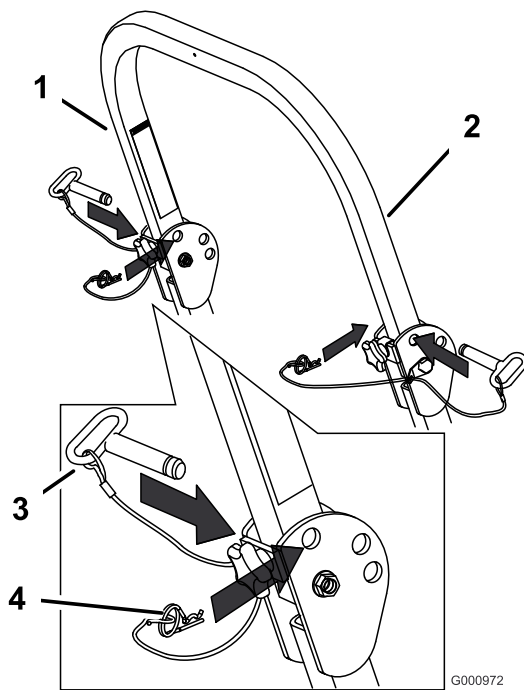

Figura 7
2. Rimuovete le coppiglie e togliete le due spine (Figura 7).
4. Montate le due spine e fissatele con le spine delle coppiglie (Figura 7).
5. Per alzare il roll bar togliete le spine delle coppiglie e le due spine (Figura 7).
6. Alzate completamente il roll bar e montate le due spine, quindi fissatele con le spine delle coppiglie (Figura 7).